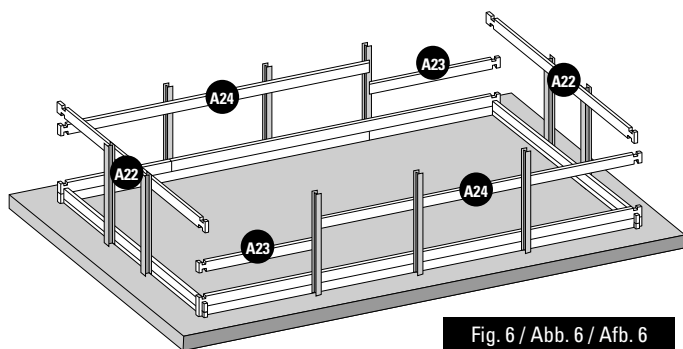

Fig. 6 / Abb. 6 / Afb. 6
- EN 3rd LAYER OF BOARDS:** Install the third layer of boards as shown in figure 6. The position of the refilling fitting with the key and the skimmer should be defined at the start of the assembly (read the specific paragraphs).
- FR 3ÈME RANGÉE MADRIERS :** Positionnez les madriers de la 3ème rangée conformément à la figure 6. Vous devez avoir déterminé l'emplacement de la buse de refoulement et du skimmer dès le début du montage (voir paragraphes spécifiques).
- DE 3. BRETTERREIHE:** Platzieren Sie die Bretter der dritten Reihe laut Abb. 6. Zu Beginn der Montage müssen Sie die Lage des Druckventils und des Skimmers festlegen (lesen Sie hierzu die entsprechenden Abschnitte).
- NL 3ª RIJ PLANKEN:** Plaats de planken van de derde rij zoals te zien is op afbeelding 6. U moet al bij aanvang van de montage bepalen op welke plaats het uitstroombuiskstuk en de skimmer moet komen (less de betreffende paragrafen).